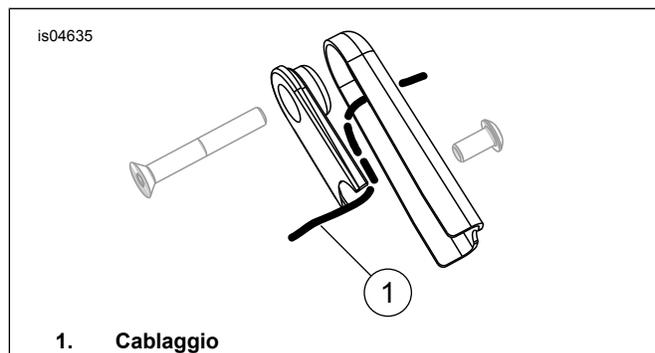

Figura 6. Disposizione del cablaggio
1. Vedere Figura 6. Passare il cablaggio e il connettore dell'indicatore di direzione attraverso il foro centrale sulla staffa di ricollocazione dell'indicatore e sotto la parte posteriore del sostegno del parafrangimento.